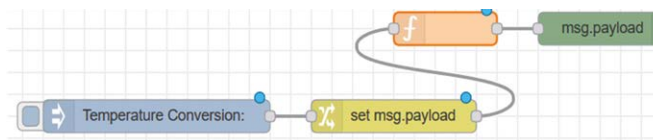

Figure 4.18 Joindre les nœuds ensemble
- Créer un **déboguer** et joindre les quatre nœuds ensemble comme indiqué dans la figure 4.18.